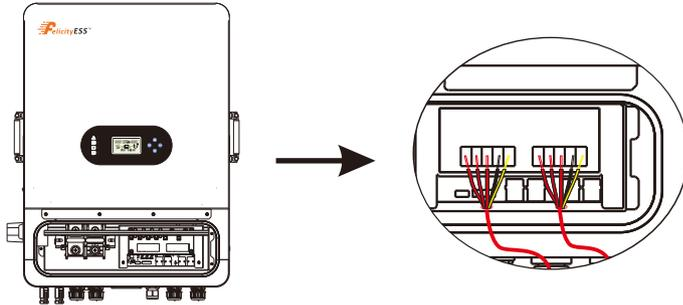

Abbildung 4.3-3 AC-Verbindungsline
Schritt 1. Bereiten Sie die Anschlüsse und AC-Kabel gemäß der richtigen Tabelle vor. Siehe Abbildung 4.3-3.